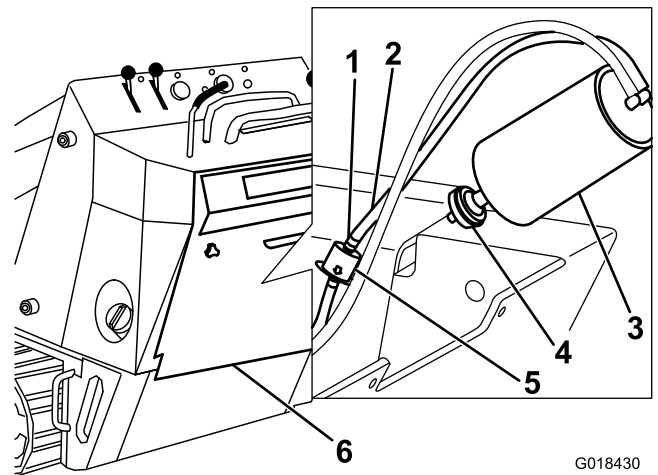

Figura 33
- Retire y deseche el filtro de aire del cartucho de carbón (Figura 33).
5. Instale un filtro nuevo en el cartucho de carbón (Figura 33).
4. Aleje del filtro las abrazaderas de muelle de ambos lados del filtro del tubo de purga del cartucho de carbón (Figura 33).
5. Retire y deseche el filtro del tubo de purga (Figura 33).
6. Instale un filtro nuevo en el tubo con la flecha del filtro apuntando en el sentido opuesto al cartucho de carbón, y sujételo con las abrazaderas (Figura 33).